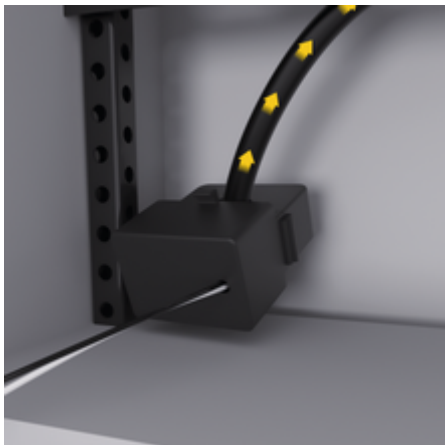

Fig. 53: Exemplo de instalação do conversor de corrente
- ▶ Insira o cabo de instalação no conversor de corrente e feche a tampa do conversor ((Fig. 53), seta amarela).